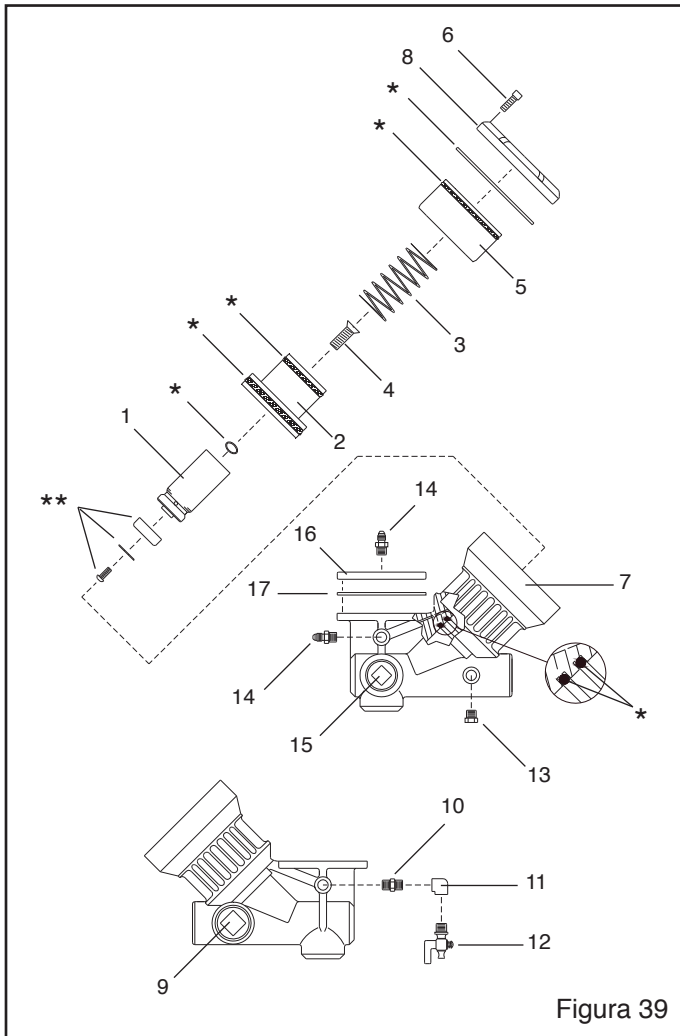

Figura 39
9.6 Válvula de entrada Millenium, Figura 39